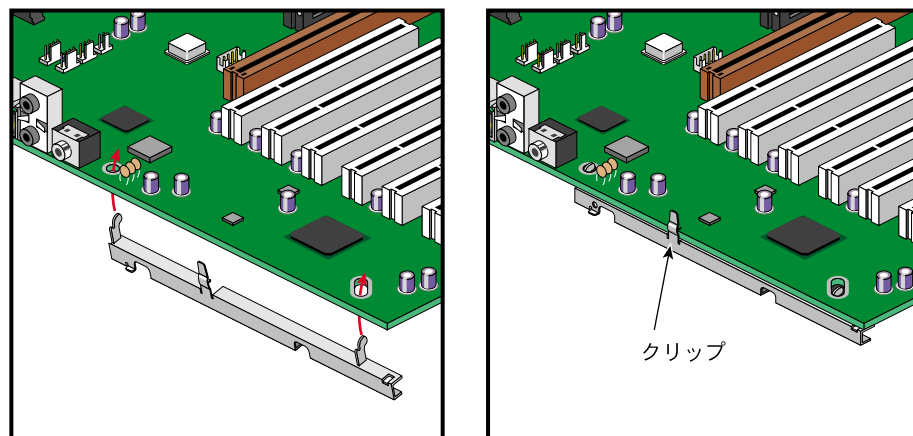

図 2-29 システムボードへの固定ブラケットの取り付け
1. システムボードに固定ブラケットを装着するには、固定フックをシステムボードの穴に入れ、解除クリップをボードにはめます。図 2-29 にその手順を図示します。